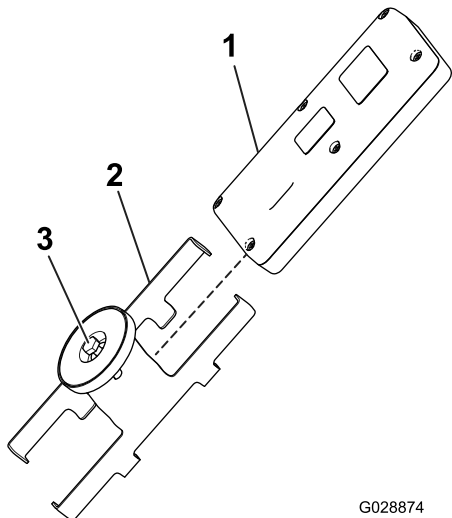

Figure 13
- Placez la télécommande portable dans le support magnétique, réunissez les deux moitiés pour fixer la télécommande et serrez le boulon dans l'aimant (Figure 13).